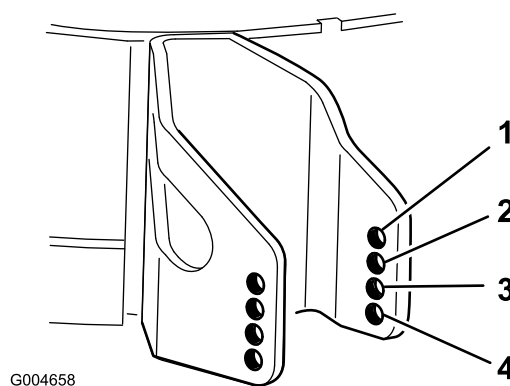

Figura 26
- Scegliete il foro in modo da posizionare il rullo antiscampo all'altezza di taglio corrispondente più vicina all'altezza richiesta (Figura 26).